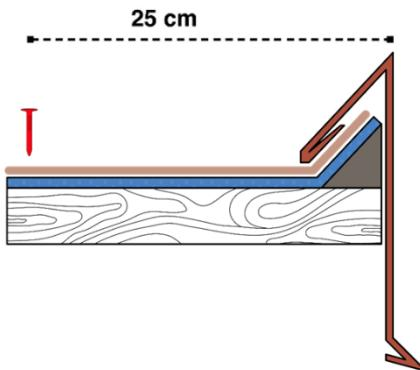

Fig. 5 - Dettaglio laterale con listello
- In alternativa, fissare un listello con sezione triangolare sul bordo laterale della copertura, prima delle membrane/sottotegola. Posizionare la membrana/ sottotegola sopra al listello triangolare e posare la tegola canadese sopra ad esse, tagliandola in corrispondenza del vertice del listello. Completata la falda, applicare sopra alle tegole del listello una lamiera perimetrale - Fig. 5.